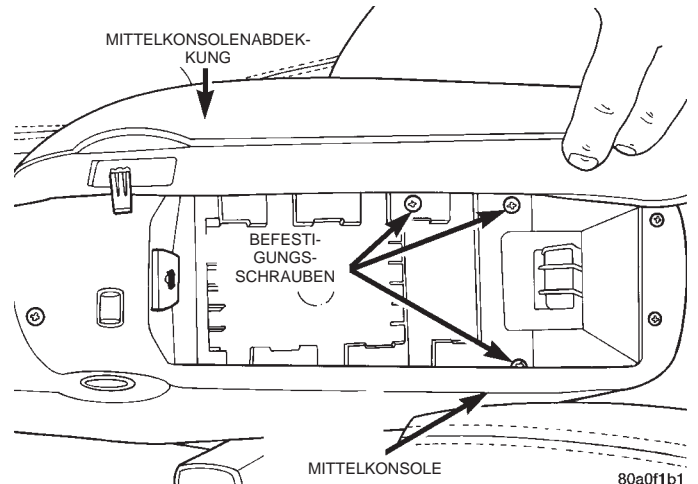
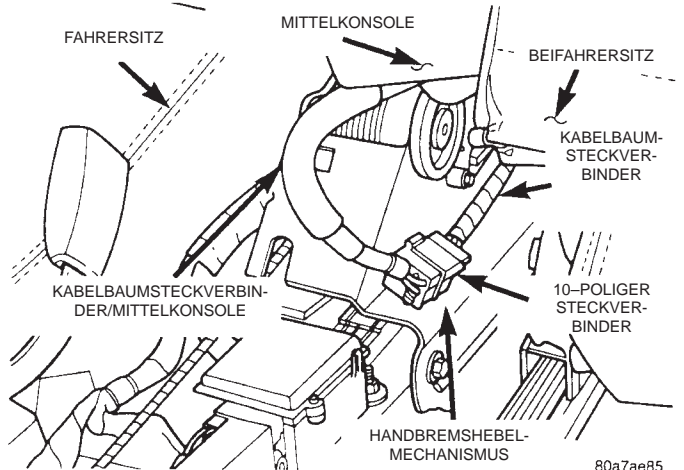

Abb. 133 Hintere Befestigungsschrauben der Mittelkonsole
Abb. 134 Kabelbaumsteckverbinder/Konsole
(4) Die 3 Schrauben lösen, mit denen der hintere Teil der Mittelkonsole an der Konsolenhalterung befestigt ist (Abb. 133).
(5) Den Handbremshebel bis zu einem Winkel von etwa 45° anheben, um den für den Ausbau der Mittelkonsole nötigen Spielraum zu erhalten.
(6) Den hinteren Teil der Mittelkonsole so weit anheben, bis der Kabelbaumsteckverbinder der Mittelkonsole zugänglich ist (Abb. 134). Den Kabelbaumsteckverbinder der Mittelkonsole vom 10-poligen Kabelbaumsteckverbinder des Fahrzeugs abziehen (Abb. 134).
(7) Mittelkonsole aus dem Fahrzeug herausnehmen.
(8) Handbremshebel so weit wie möglich absenken.
(9) Der Nachstellmechanismus am Handbremshebel ist wie folgt nachzuspannen.
(15) Den Kabelbaum mit Clips an der Hebelhalterung befestigen.
(16) Den Kabelbaumsteckverbinder wieder auf den Masseschalter des Handbremshebels stecken.
(17) Den Handbremshebel aus der gelösten Stellung heraus einmal ganz anziehen und dann wieder in die gelöste Stellung zurückführen. Dadurch werden die Feststellbremsenseilzüge in die korrekte Lage gebracht und richtig gespannt.
(18) Hinterräder des Fahrzeugs mit Handbremshebel in der Ausgangsstellung (gelöst) prüfen. Sie sollten frei drehbar sein ohne zu schleifen.
(19) Den Handbremshebel bis zu einem Winkel von etwa 45° anheben. Dies ist erforderlich, um den für den Einbau der Mittelkonsole benötigten Spielraum zu erhalten.
(20) Mittelkonsole wieder in das Fahrzeug einsetzen.
(21) Den Kabelbaumsteckverbinder für die Mittelkonsole wieder auf den Kabelbaum des Fahrzeugs aufstecken (Abb. 134).